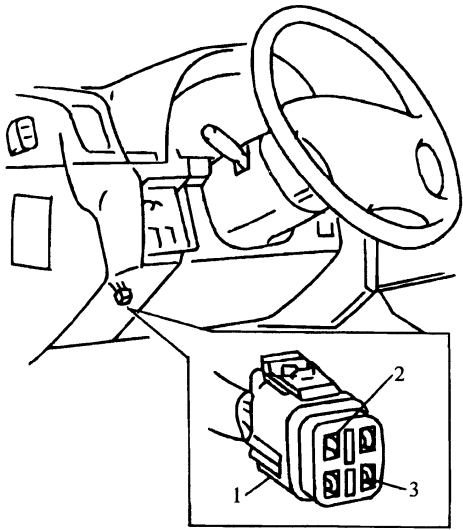

图 10-4 安全气囊监控连接器位置
- 2) 用短接线将安全气囊监控连接器上的故障诊断开关端子和搭铁端子短接，见图 10-4。